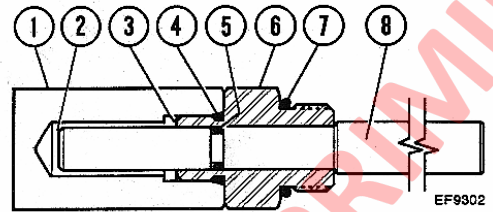

FIGURA 5-2. INDICADOR DE DESGASTE DE FRENOS
Se debe revisar el desgaste del disco de freno cada 1000 horas, utilizando la herramienta indicadora de desgaste (Número de Pieza EF9302), incluida en el grupo de herramientas embarcadas con el camión. Consulte la Figura 5-2.
- a. Saque la cubierta del indicador de desgaste (1, Figura 5-2).
- b. Empuje el pasador (8) hasta que se detenga contra el pistón del freno.
- c. Mida la distancia desde la cara del extremo del pasador del indicador (2) a la cara de la caja (3).
NOTA: Si se observan fugas alrededor de la herramienta indicadora de desgaste del disco de freno, cambie los anillos de goma (4, 5 y 7, Figura 5-2).